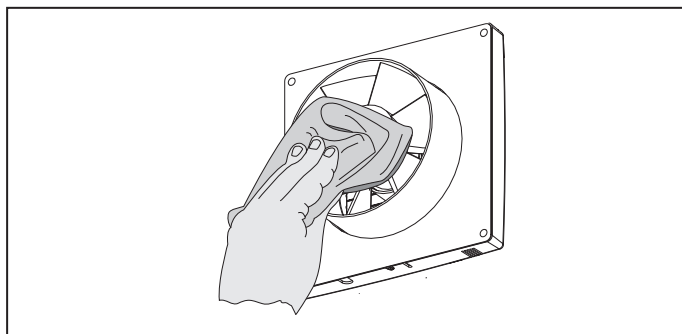

Рис. 22. Очистка лопастей вентилятора
- Очистите лопасти вентилятора (см. рис. 22). Для удаления пыли используйте мягкую сухую щетку, мягкую материю или сжатый воздух. Очистка при помощи воды, абразивных моющих средств, острых предметов и растворителей запрещена. Очищайте лопасти вентилятора не реже 1 раза в год.